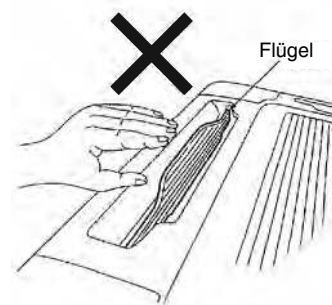

Abb. 9-17
- Die Klappe nicht berühren oder Druck darauf ausüben. (Abb. 9-17) (Bei Nichtbeachtung kann dies eine Funktionsstörung der Klappe verursachen.)